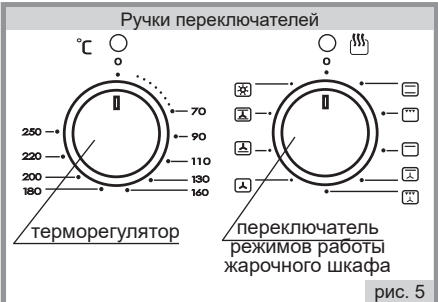

рис. 5
- Для включения нагревательных элементов необходимо повернуть по часовой стрелке ручку терморегулятора (рис.5) и установить выбранный температурный интервал. При этом над ручкой загорается желтая сигнальная лампочка.